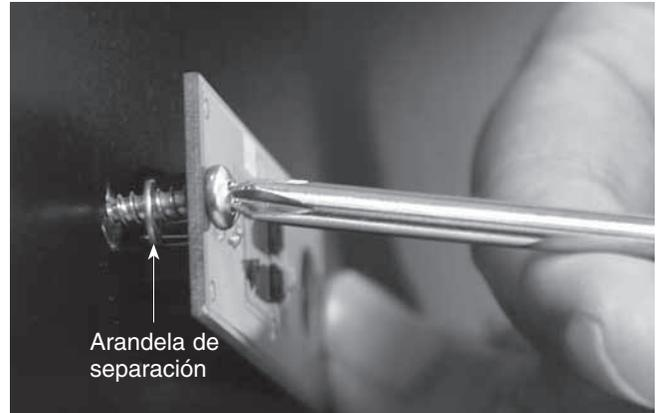

Figura 3a. La arandela de separación va entre la tarjeta del codificador de acimut y la placa base superior de la base dobsoniana.
3. Conecte los dos paneles laterales (C) con el soporte delantero unido a la placa base superior (D) utilizando los seis tornillos restantes de montaje de la base en los agujeros pretaladrados. El lado de la placa base con el agujero guía cerca del corte cuadrado debe apuntar hacia abajo. Apriete los seis tornillos firmemente.
5. Acople la tarjeta del codificador de acimut (E) a la parte inferior de la placa base superior (D). Inserte el tornillo de montaje de la tarjeta del codificador en la tarjeta de circuitos e instale la arandela de separación pequeña (G) en el tornillo (figura 3a). Inserte el conector modular de la tarjeta del codificador en el agujero cuadrado de la placa base y alinee la tarjeta del codificador de manera que el agujero ranurado pequeño de la placa quede alineado con el agujero de arranque pretaladrado y el agujero grande quede alineado con el agujero central de la placa base. Enrosque el tornillo de montaje de la tarjeta del codificador en el agujero de arranque pretaladrado con un destornillador de estrella y apriétele solo lo justo (figura 3b).
6. Coloque una arandela grande (H) en el tornillo del eje acimutal (I). Empuje el tornillo a través del agujero de la placa base del suelo (A). A continuación, deslice el disco